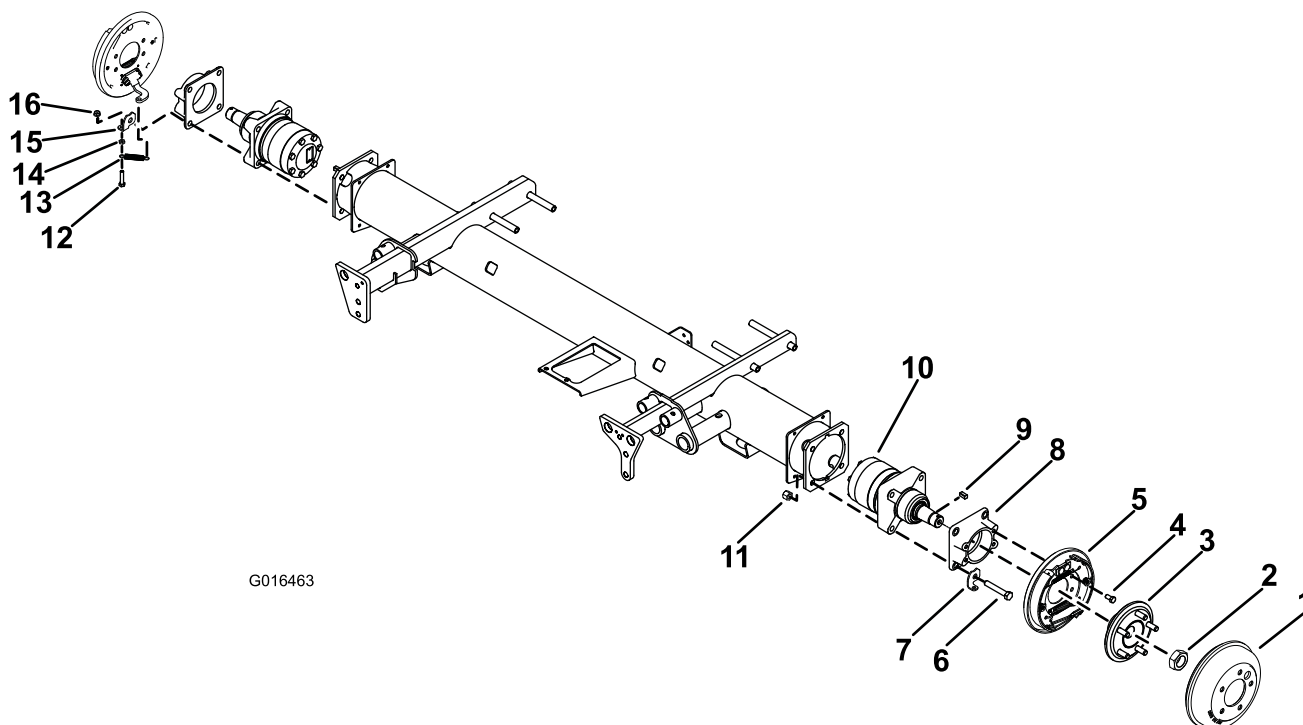

Figura 1
3. Posizionate il motore della ruota sul telaio. Montate la graffa della molla, l'adattatore del freno e il motore della ruota al telaio con (4) viti a testa cilindrica da 1/2 x 3 pollici.
4. Installate e serrate i (4) dadi di bloccaggio da 1/2 poll. sulle viti a testa cilindrica per fissare il motore, l'adattatore del freno e la graffa della molla al telaio. Serrate le viti a un valore compreso tra 91 e 113 N-m. Assicuratevi che la graffa della molla sia posizionata come mostrato in Figura 1.
5. Montate il gruppo freno sul relativo adattatore con (4) viti a testa cilindrica da 3/8 x 3/4 poll. Serrate le viti a testa cilindrica a un valore compreso tra 37 e 45 N-m.